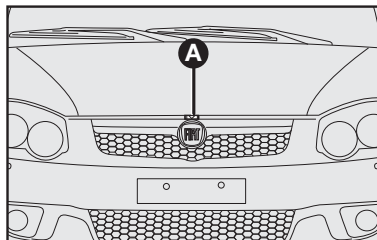

fig. 133
- 2) Mover a trava localizada sob o capô para cima **A**-fig. 133;